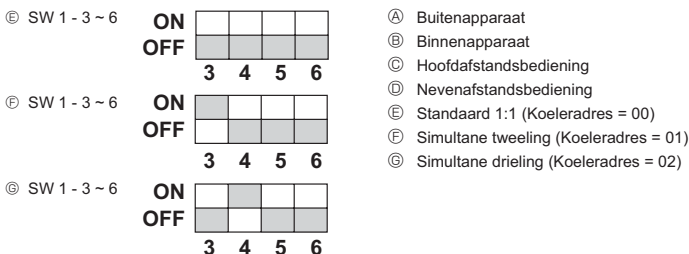

Fig. 10-1
10. Het systeem controleren (Fig. 10-1)